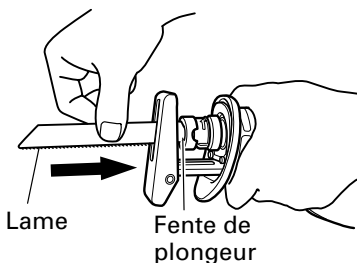
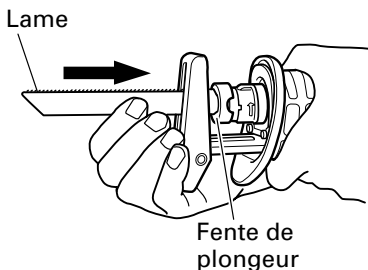

Fig. 8
Fig. 9
(3) Insérer la lame à fond dans la petite fente, à l'extrémité du plongeur. Il est possible d'orienter la lame vers le haut ou vers le bas. (Fig. 8, Fig. 9)